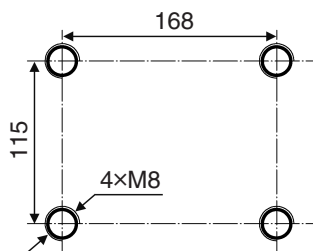

图3.10 L型支架安装钻孔尺寸图
1、通过LSPD背面的4个螺纹孔,使用4个M5×25内六角圆柱头螺钉(配弹、平垫),将①中间转接支架、③绝缘套筒、④绝缘垫圈固定到LSPD上。
2、使用4个M5×12内六角圆柱头螺钉(配弹、平垫),将②L型安装支架固定到①中间转接支架上。
3、使用4个M8×20内六角圆柱头螺钉(配弹、平垫),将②L型安装支架安装到期望的位置,钻孔尺寸见图3.10。